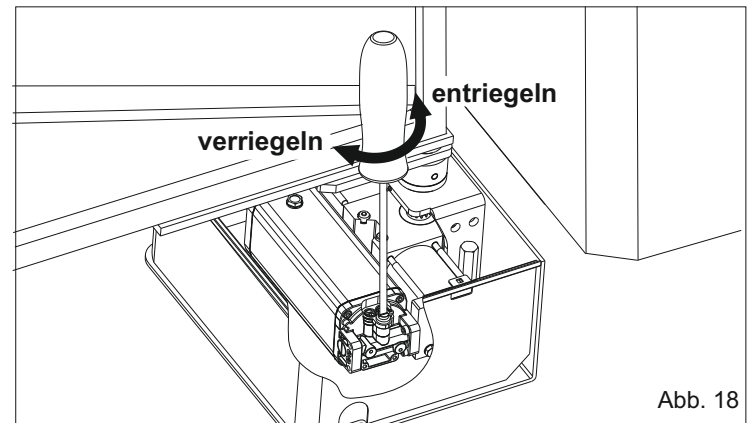

Abb. 18
- Mit dem Schraubenzieher die Entriegelungsschraube um ca. 180° gegen den Uhrzeigersinn drehen (Abb. 18).